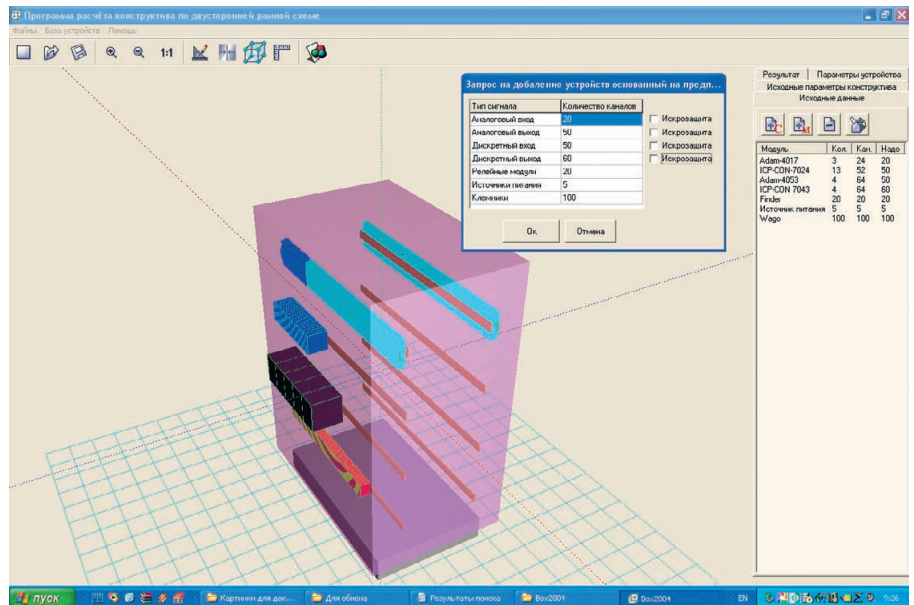

Рис. 2. Основное окно программы (добавление устройств)
**Первое окно** (рис. 2) предназначено для просмотра в трёхмерном изображении создаваемой конструкции и её ре-